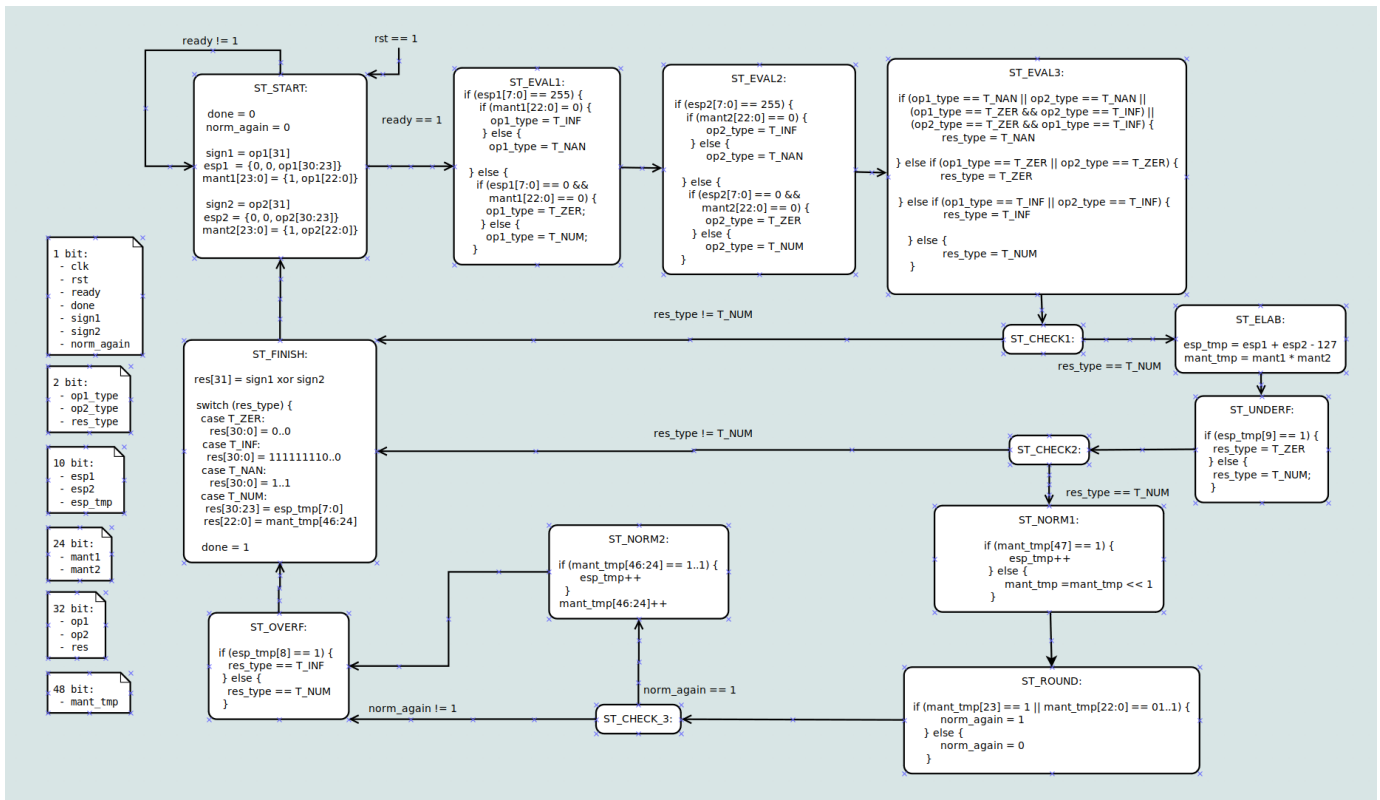

Figura 1. EFSM del multiplier
B. Modellazione della EFSM del multiplier [Figura 1]